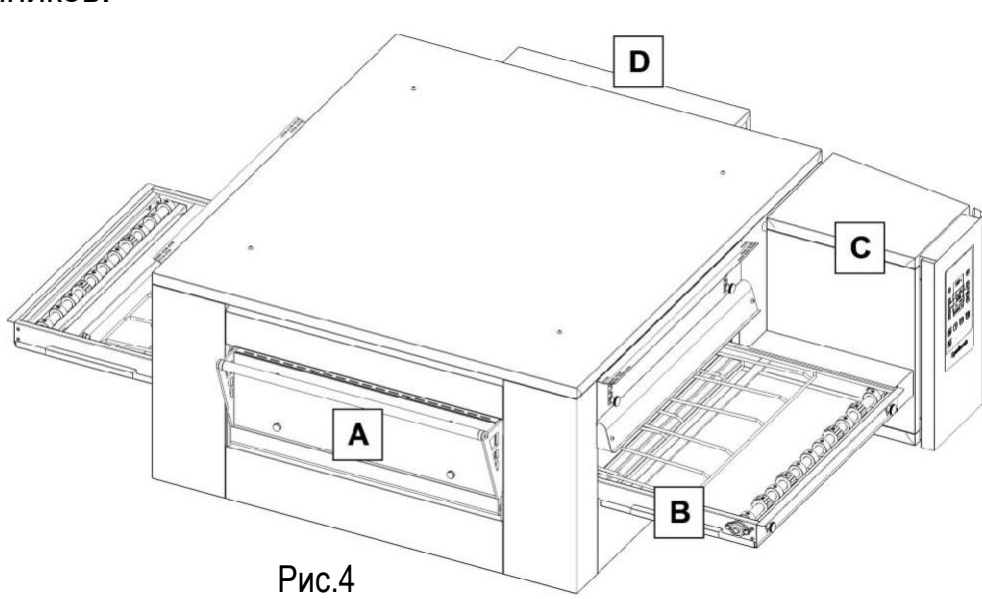

Рис.4
В том случае, если печь оборудована дверцей (рис.4, зона А), проверьте, правильно ли она открывается и закрывается.
Проверьте натяжение решетки (рис.4, зона В), износ и выравнивание и, при необходимости, отрегулируйте его с помощью натяжителей решетки, расположенных на входе в печь.
Пыль, мука и грязь в целом могут скапливаться внутри панели управления (рис.4, зона С), где расположены электрические компоненты. В связи с этим рекомендуется осмотреть помещение и произвести очистку с помощью вытяжки и/или сжатого воздуха. Используйте мягкую щетку, чтобы очистить наиболее труднодоступные участки.
- В зоне двигателя вентилятора (рис. 4 зона D) проверить и очистить двигателя;
- Проверить чистоту трубок реле давления (нет ли пыли) (рис.4 зона D).